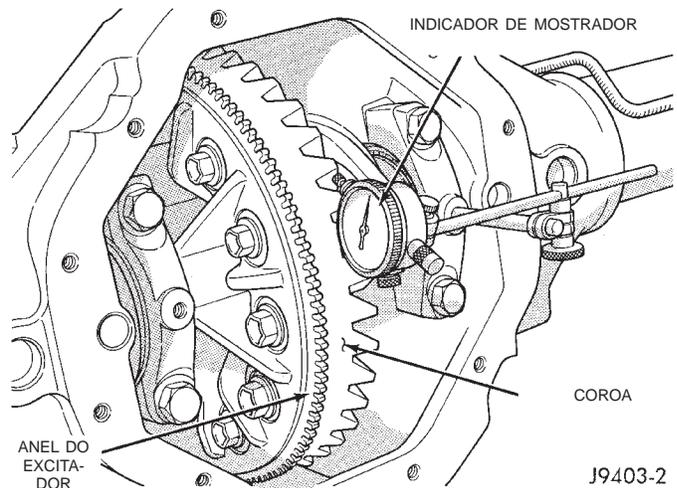

Fig. 80 Medida de Folga entre Dentes da Coroa
(2) Instale o indicador de mostrador e posicione o êmbolo contra a lateral de acionamento de um dente da coroa (Fig. 80). Meça a folga entre dentes em 4 posições (90 graus separados) ao redor da coroa. Localize e marque a área de folga mínima entre dentes.
(3) Gire a coroa na posição de menor folga entre dentes. Marque a engrenagem, para que todas as medidas de folga entre dentes futuras sejam tomadas com o mesmo dente da engrenagem engatado.
(4) Afrouxe o lado direito, aperte o ajustador rosqueado do lado esquerdo. Obtenha a folga entre dentes de 0,003 a 0,004 polegadas (de 0,076 a 0,102 mm) com cada ajustador apertado com um torque de 14